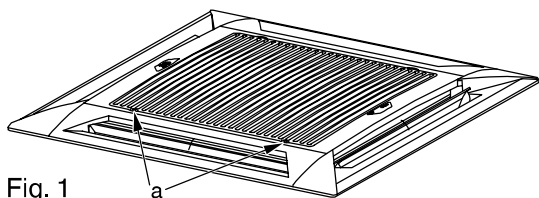

Fig. 1
- Ouvrir et ôter la grille de reprise avec filtre à l'aide des 2 languettes plastiques (Fig.1, rep. a).
- Open and remove the recovery grid with filter by means of the 2 plastic tongues (Fig.1, item a).
- Das Ansauggitter mit dem Filter an den zwei Kunststoffaschen öffnen und abnehmen. (Abb.1, Pos. a).